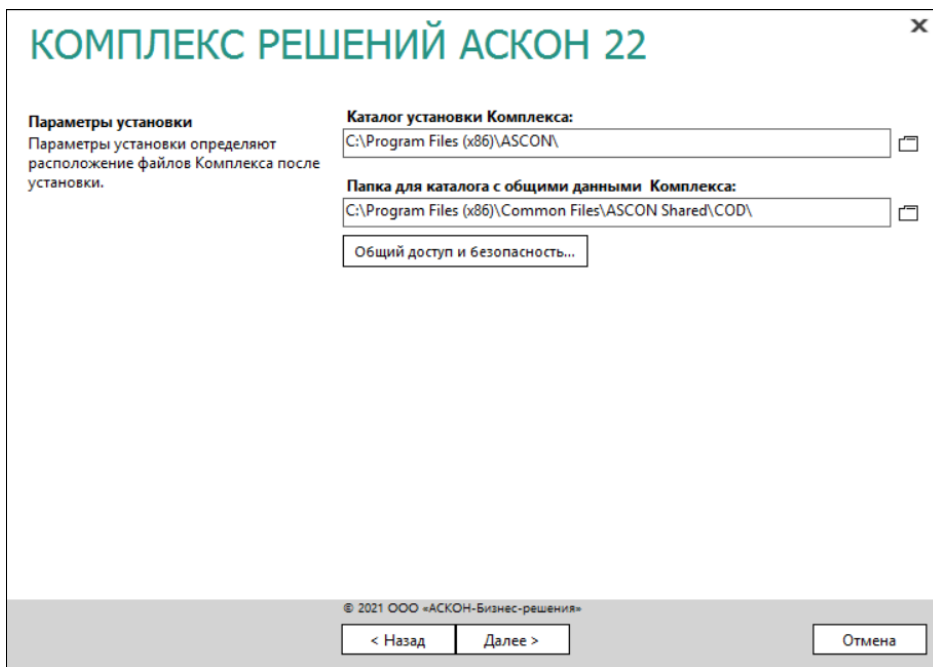

Рис. 2.8
1. Укажите полное имя каталога, в который будут установлены компоненты *Комплекса* (рис. 2.8). При необходимости воспользуйтесь кнопкой **Выбрать**, чтобы указать каталог в стандартном окне Windows.
При необходимости воспользуйтесь кнопкой **Выбрать**, чтобы указать папку в стандартном диалоге Windows (см. рис. 2.8).